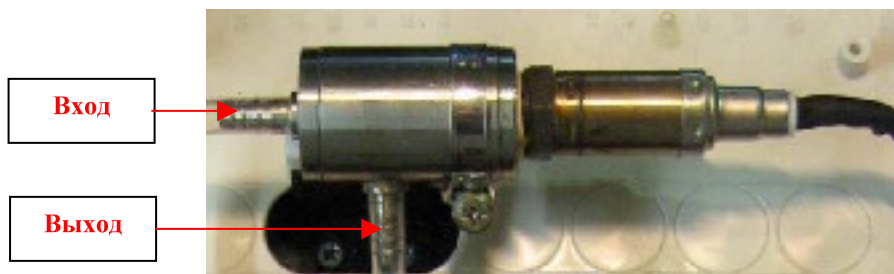
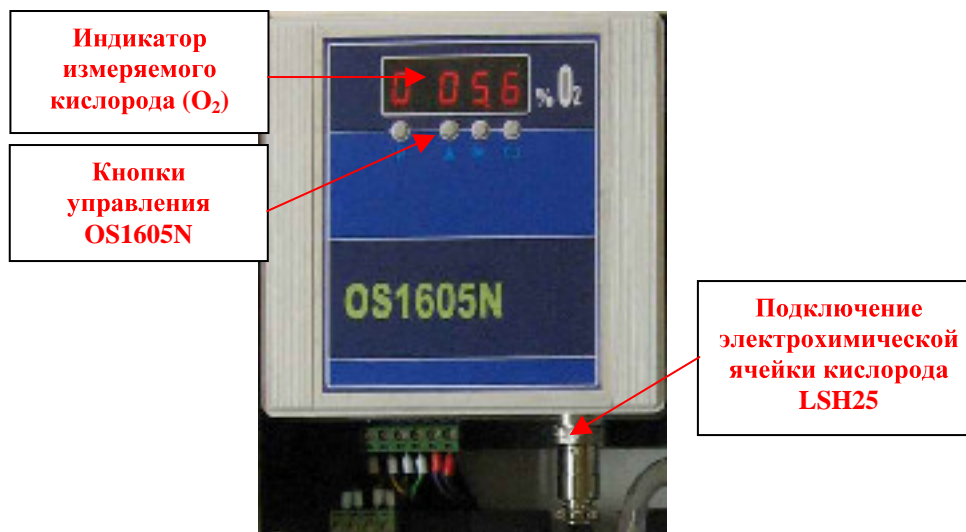
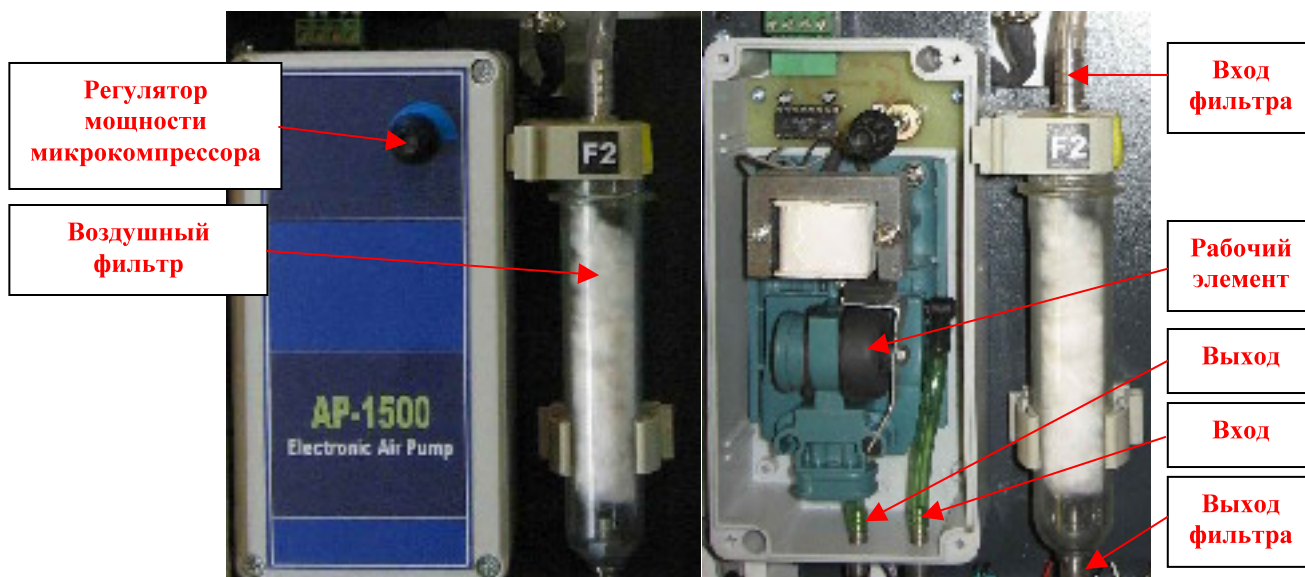

Рис.3. Внешний вид электрохимической ячейки кислорода LSH25, с измерительной камерой
Рис.4. Внешний вид газоанализатора кислорода OS1605N
Рис.5. Внешний вид электронного микрокомпрессор AP-1500
В измерительной камере DCO-1m происходит измерение электрохимической ячейкой содержания монооксида углерода (CO). С выхода DCO-1m анализируемая газовая смесь подается на вход измерительной камеры LSH25 (см. рис.3). В камере происходит электрохимическая реакция с участием ионов кислорода, сигнал с ячейки LSH25 поступает в газоанализатор OS1605N (см. рис.4), где и преобразуется в величину измеряемого кислорода (O₂).
К выходу измерительной камеры ячейки LSH25 (см. рис.3). подключен микрокомпрессор (см. рис.5), который через воздушный фильтр F2 сбрасывает через свой выход анализируемую газовую смесь в атмосферу.
Не работает микрокомпрессор AP-1500	Включить питание AP-1500, проверить рабочий элемент (см. рис.5) микрокомпрессора.